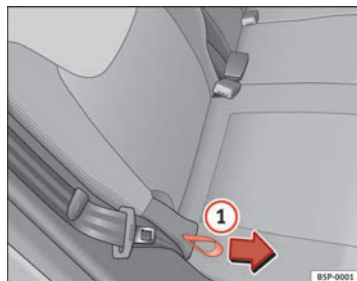

Fig. 98 Réglage de l'inclinaison du dossier, banquette arrière
- Saisissez le haut du dossier. Tirez sur la dragonne latérale du siège ⇒ fig. 98 ① dans le sens de la flèche et maintenez la dragonne en position. Rabattez le dossier du siège vers l'arrière en position souhaitée, puis relâchez la dragonne.